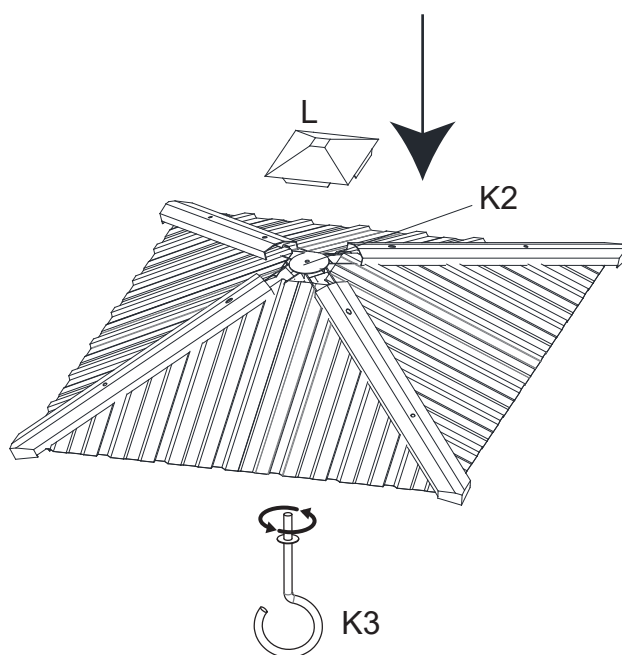

Figure 12-3
12.3. Fixer la garniture supérieure de l'évent de toit (L) au support central de l'évent de toit (K2) à l'aide du crochet de l'évent de toit (K3) et serrer les boulons. Voir la figure 12.3. la moulure de rebord (P2) avec la poutre inclinée bilatérale (K2) et fixez le tout avec les boulons (FF).